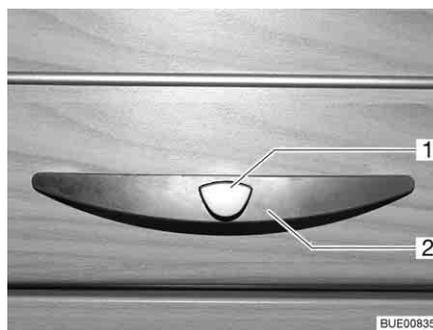

Bild 40 Möbelklappe mit Druckknopf
- Innenteil des Schlosses drücken. Der Druckknopf springt heraus (Bild 40).